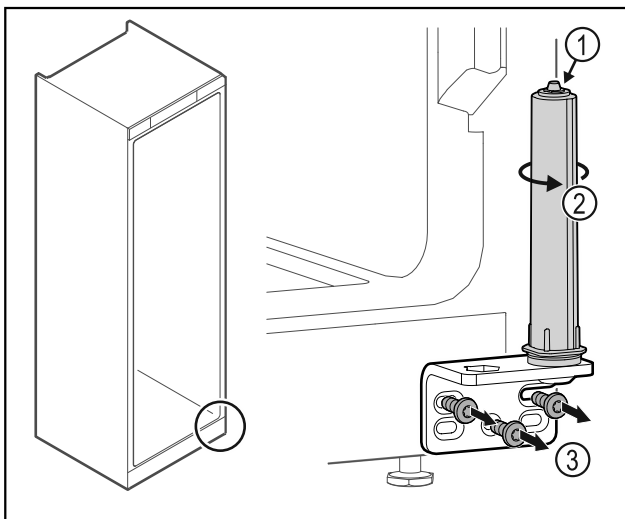

Fig. 50
- ▶ Deursluitsysteem Fig. 50 (1) niet uit elkaar halen.
- ▶ Sluitsysteem Fig. 50 (2) draaien tot het klikt.
- ▶ Scharnierhoek Fig. 50 (3) losschroeven.